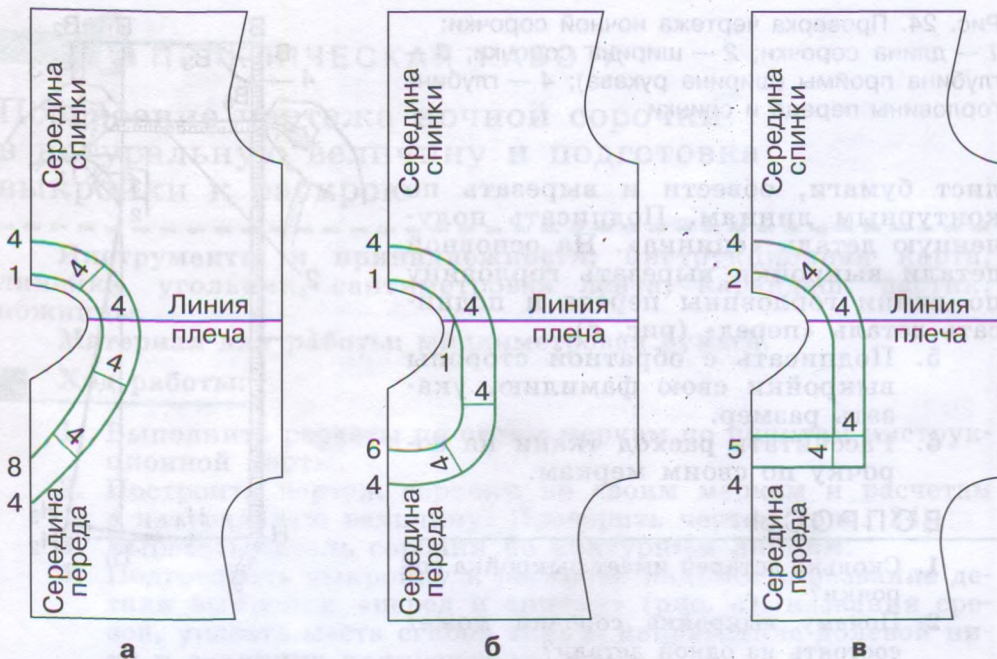

Рис. 25. Построение чертежа обтачки:
Перед работой рассмотреть рисунок 25 и выполнить в альбоме построение чертежей обтачек в масштабе 1:4.
4. Построить чертеж обтачки (см. рис. 25).